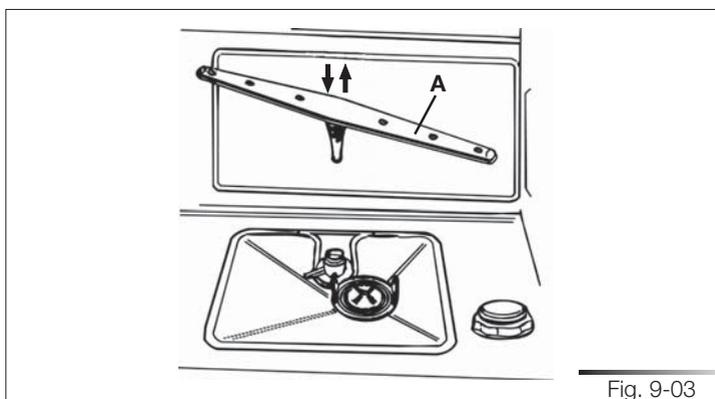

Fig. 9-03
- Para retirar la tobera de rociado **inferior** (ref. A fig. 9-03) se deberá simplemente levantar hacia arriba, tirando de la parte central (véase la fig. 9-03). Una vez efectuada la limpieza, vuelva a instalar la tobera de rociado orbital situándola en su lugar y ejerciendo una ligera presión para permitir el encaje con la tobera de rociado inferior. Luego vuelva a instalar la tobera de rociado inferior situándola en su lugar y ejerciendo una ligera presión hacia abajo para permitir el encaje (véase la fig. 9-03).